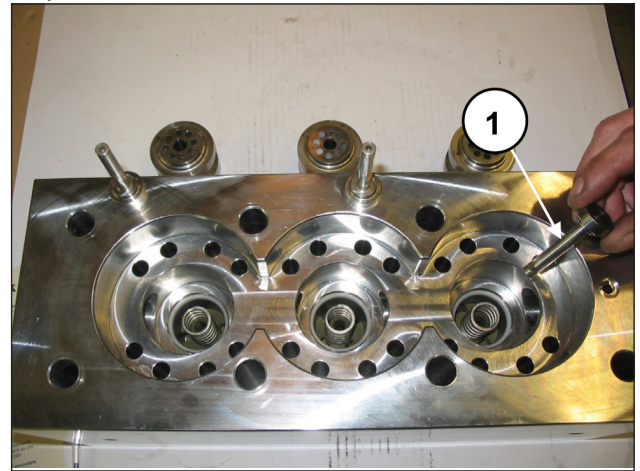
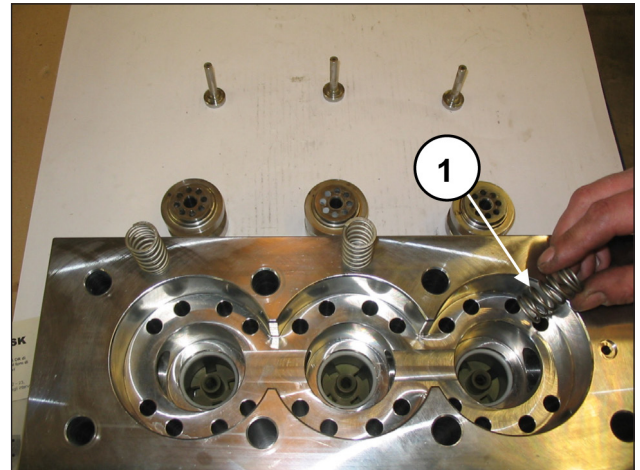
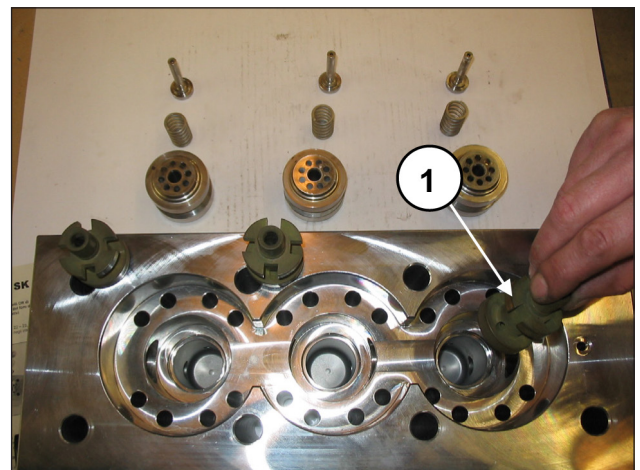

Fig. 117
Fig. 118
Fig. 119
Extraire les plateaux de refoulement (rep. ①, Fig. 117) ainsi que leurs guides (rep. ①, Fig. 119), avec leurs ressorts (rep. ①, Fig. 118), vérifier s'ils sont usés et procéder au remplacement si nécessaire ; toujours les remplacer aux intervalles indiqués au chapitre 11 du *Manuel d'utilisation et d'entretien*.